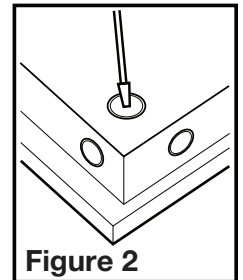

Figure 2
4. Sélectionner l'alvéole défonçable la mieux appropriée et l'enlever à l'aide d'un tournevis à lame plate (Figure 2).